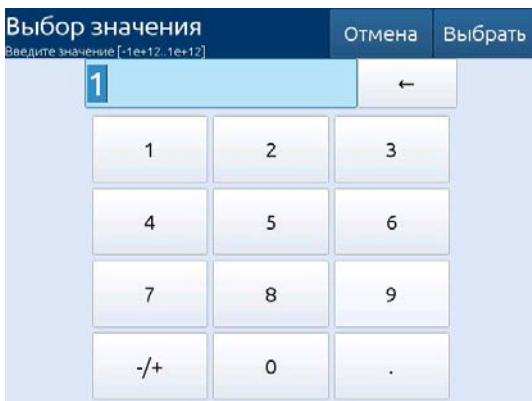

Рисунок 2.21
- в десятичной системе (см. рисунок 2.21);